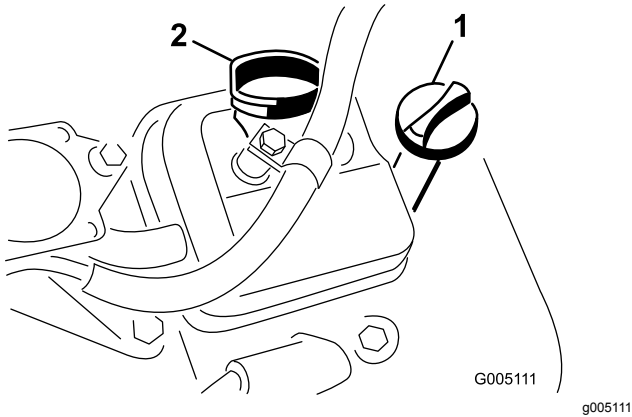

Bild 30
3. Führen Sie den Peilstab in den Füllstutzen wieder ein und schrauben Sie den Peilstab auf den Füllstutzen auf (Bild 30).